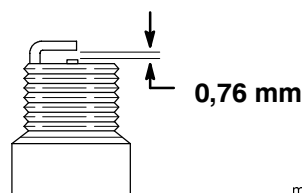

Figure 18
6. Réglez l'écartement des électrodes de la bougie neuve à 0,76 mm (Fig. 18).